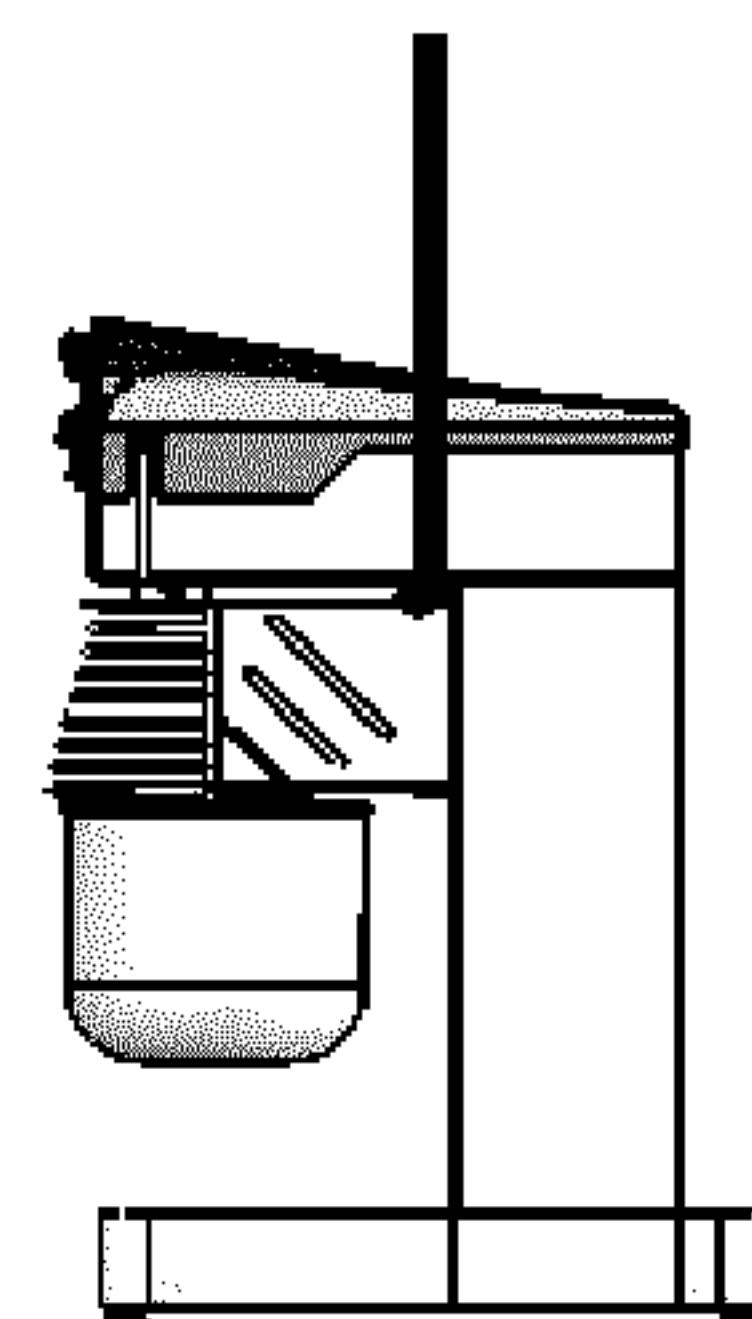

Рис.3
- вставить два ремня под основание, как показано на рис.3, и поднять с помощью крана.